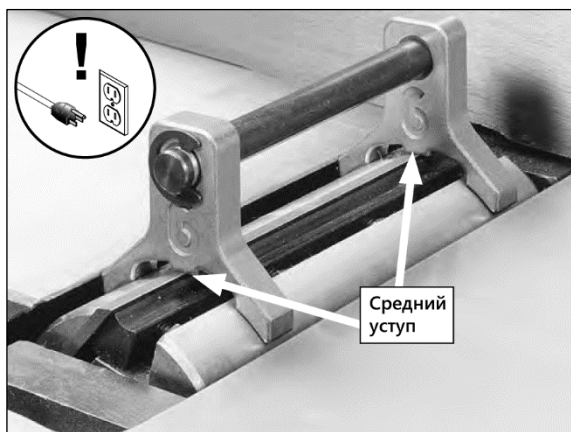
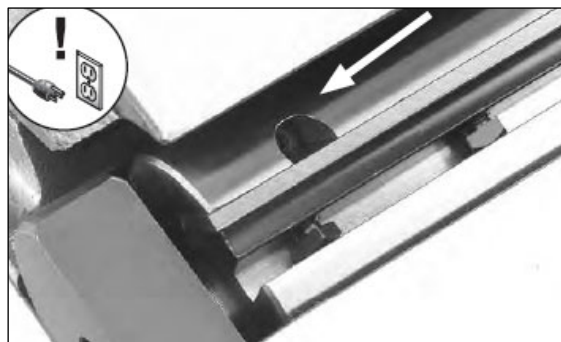

Рисунок 55.
Рисунок 57.
- Расположите устройство для установки ножей на строгальный вал, прямо на нож (рис. 55).
- Расположите устройство для установки ножей над ножом (рис. 55).
- При помощи шестигранника 2,5 мм, вращайте регулировочные винты (рис. 57), чтобы поднять или опустить нож. Когда нож установлен правильно, он будет слегка касаться уступов устройства для установки ножа (рис. 55). Закрутите болты клиньев с усилием достаточным, чтобы удерживать лезвия на месте. Установите остальные ножи аналогичным образом.